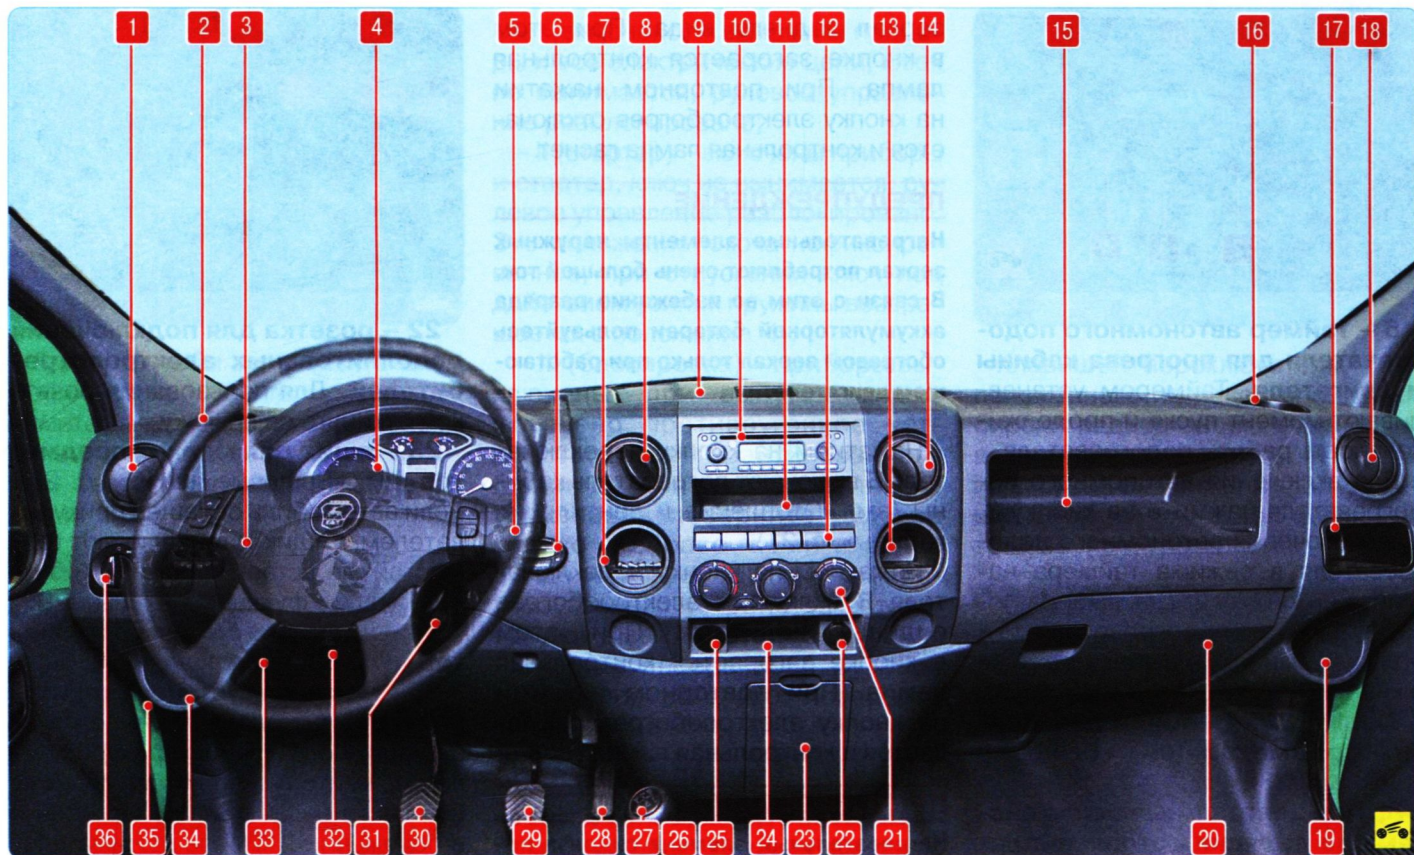

Рис. 1.4. Панель приборов и органы управления
На панели приборов расположены следующие органы управления и контрольно-измерительные приборы (рис. 1.4).
Для включения дальнего света фар (рукоятка переключателя наружного освещения в блоке управления 36 на рис. 1.4 должна находиться в положении « $\equiv \circ$ ») переместите рычаг переключателя вперед, в положение III. Для обратного включения ближнего света переместите рычаг назад, в положение IV.
Для сигнализации дальним светом фар передвиньте рычаг переключателя к рулевому колесу в нефиксированное положение (рукоятка переключателя наружного освещения в блоке управления 36 на рис. 1.4 должна находиться в положении « $\equiv \circ$ »). Дальний свет будет включен только во время удерживания рычага.
**26 – рычаг стояночного тормоза** (на рис. 1.4 не виден).
**3 – сигнальная лампа повышенного уровня токсичности отработавших газов** (со светофильтром оранжевого цвета). Кратковременно загорается при повороте ключа в выключателе приборов (замке зажигания) 31 (см. рис. 1.4) в положение «I», если бортовая диагностическая система зафиксировала повышенную токсичность отработавших газов и увеличенное содержание в них сажи.
**4 – сигнальная лампа неисправности системы управления двигателем** (со светофильтром красного цвета). Загорается при повороте ключа в выключателе приборов (замке зажигания) 31 (см. рис. 1.4) в положение «I» и горит во время пуска двигателя. Сразу после пуска двигателя лампа должна погаснуть. Загорание лампы при работающем двигателе указывает на неисправность в системе управления двигателем.